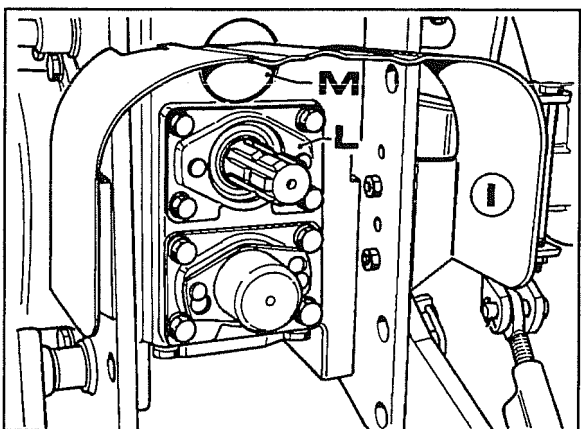

Fig. 11
1. Togliere la protezione **I**, il coperchio **L** e il coperchio **M** di fig. 11.